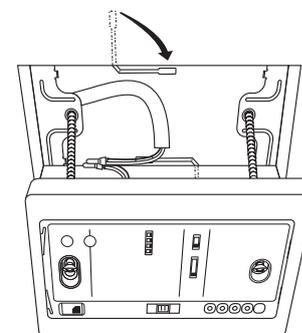

Fig. 11-28
7. Remplacez les parties (A) et (B) à travers l'espace situé entre le plafond et le récepteur de sorte qu'elles tiennent dans les ouvertures. Ensuite, serrez les vis sans trop forcer. Cela risquerait d'endommager ou de déformer le boîtier. Serrez de façon à pouvoir encore bouger légèrement le récepteur manuellement. (Fig. 11-28)